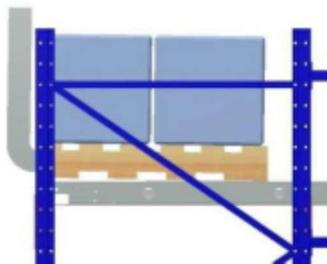

Fig.15
Step2: sollevare le forche per posizionare le impugnature della forcella sotto i pannelli pallet superiori. Leggera forcella in avanti inclinata verso la parte anteriore del pallet a massimo 10 mm dalla pista. (Fig.15)